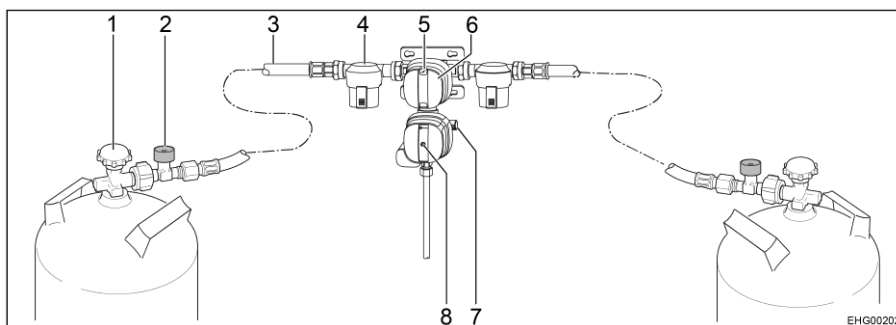

Fig. 121 Impianto di regolazione pressione gas di sicurezza DuoControl CS
L'impianto di regolazione DuoControl consiste in una valvola di commutazione e un sensore crash. L'impianto di regolazione DuoControl è montato tra i tubi flessibili per alta pressione (Fig. 121,3) con dispositivo antirottura del tubo flessibile (Fig. 121,2). Con la manopola (Fig. 121,6) sulla valvola di commutazione è possibile stabilire quale delle bombole del gas viene utilizzata come bombola in uso e quale come bombola di riserva.
Nella finestra di controllo (Fig. 121,5) viene visualizzato lo stato del rifornimento di gas:
Il sensore crash blocca l'alimentazione del gas in caso di forti vibrazioni (es. incidente). Lo stato operativo del sensore crash si riconosce dalla posizione del pulsante giallo di reset (Fig. 121,8):
- Se il pulsante giallo di reset (Fig. 121,8) è spinto in dentro, il sensore crash è pronto al funzionamento.
- Se il pulsante giallo di reset (Fig. 121,8) sporge, il sensore crash **non** è pronto al funzionamento. Per la messa in funzione, vedere di seguito.
Il dispositivo antirottura del tubo flessibile (Fig. 121,2) blocca il flusso di gas quando il tubo flessibile collegato si rompe. Il dispositivo antirottura del tubo flessibile deve essere attivato premendo il tasto verde.
- Con la manopola (Fig. 121,6) sulla valvola di commutazione selezionare la bombola del gas, da cui proviene la principale alimentazione del gas (bombola in uso). Girare la manopola fino all'arresto.
- Aprire le valvole principali di arresto (Fig. 121,1) delle bombole del gas.
- Premere per circa 5 secondi il tasto verde del dispositivo antirottura del tubo flessibile (Fig. 121,2). Nella finestra di controllo (Fig. 121,5) viene visualizzato il simbolo verde.
- Se il sensore crash è scattato (il pulsante giallo di reset (Fig. 121,8) sporge):
Spingere con forza in dentro il pulsante giallo di reset (Fig. 121,8), ruotarlo appena in senso orario e tenerlo premuto per 5 secondi. Assicurarsi che il pulsante di reset rimanga in posizione premuta ("pronto al funzionamento").
- Chiudere le valvole principali di arresto (Fig. 121,1) delle bombole del gas.
Se la spia di controllo verde (Fig. 122,6) si spegne durante il funzionamento e la spia di controllo rossa (Fig. 122,5) si accende, significa che la bombola in uso è vuota e deve essere sostituita. Nella finestra di controllo (Fig. 121,5) della rispettiva bombola del gas compare la tacca rossa. La bombola di riserva continua ad alimentare le utenze a gas.
- Ruotare la manopola (Fig. 121,6) fino all'arresto in direzione della bombola del gas attualmente in uso. In questo modo questa bombola del gas ora è la bombola in uso, mentre la bombola del gas vuota diventa la bombola di riserva. Il simbolo nella finestra di controllo (Fig. 121,5) passa da rosso a verde.
- Chiudere la valvola principale di arresto (Fig. 121,1) della bombola del gas vuota. Osservare la direzione della freccia.
- Premere il tasto verde del dispositivo antirottura del tubo flessibile (Fig. 121,2).